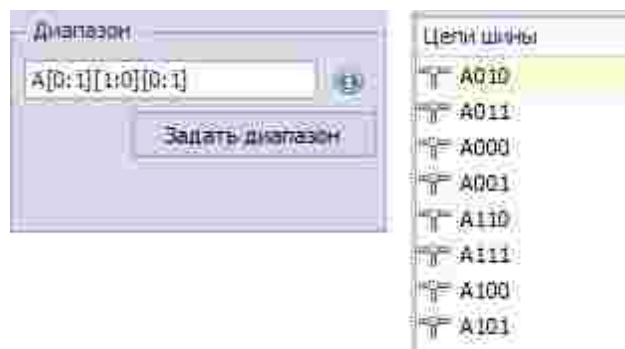

Рис. 162 Добавление диапазона матрицей
- матрицей – Prefix[Min:Max][Max:Min] или Prefix[Max:Min][Min:Max] и т.д., см. Рис. 162.